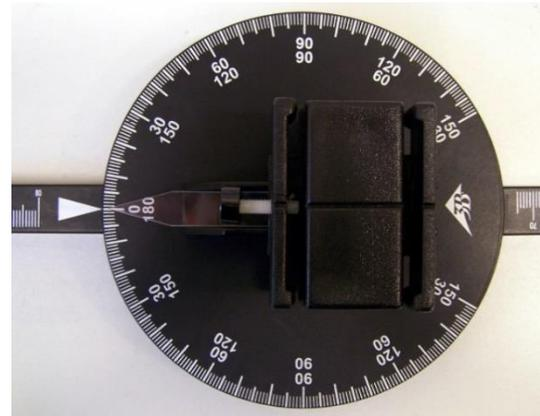

Fig. 3: Posición de 0° del sistema de carriles
- Lleve el sistema de carriles a la posición de 0° (Fig. 3).